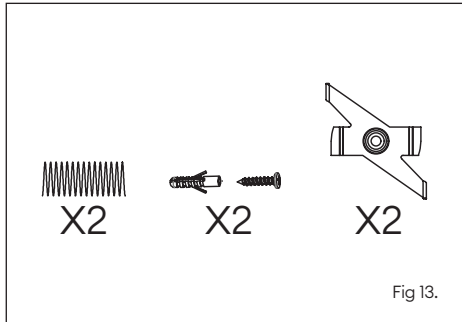
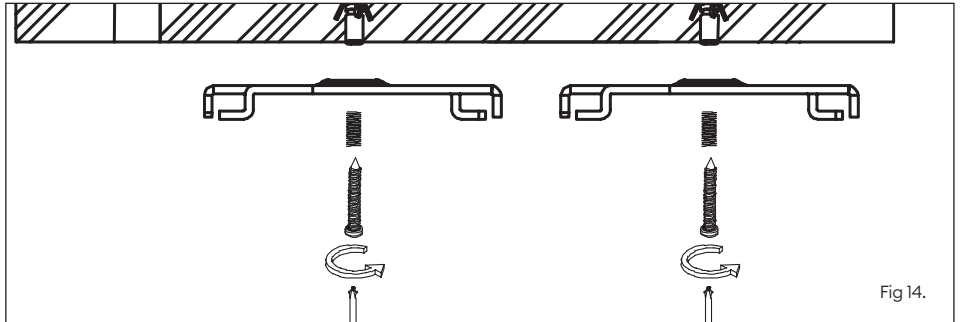

Fig 13.
Fig 14.
3. Attach surface bracket to ceiling using supplied fixings (Fig 13), if using the supplied wall plugs, drill Ø 6mm holes (Fig 14.) and set desired suspension length.
3. Fixez les supports de montage au plafond à l'aide des fixations fournies (fig. 13). Si vous utilisez les chevilles fournies, percez des trous de Ø 6 mm (fig. 14). Réglez la longueur de suspension.
3. Fissare la staffa di superficie al soffitto utilizzando i fissaggi in dotazione (Fig. 13); se si utilizzano i tasselli in dotazione, praticare fori di Ø 6 mm (Fig. 14) e impostare la lunghezza di sospensione desiderata.